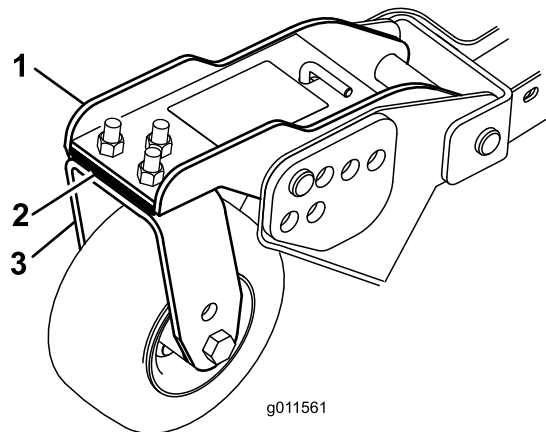

Figura 111
1. Retire los tornillos de caperuza y las tuercas que fijan el brazo de las ruedas giratorias a la horquilla de la rueda (Figura 111).